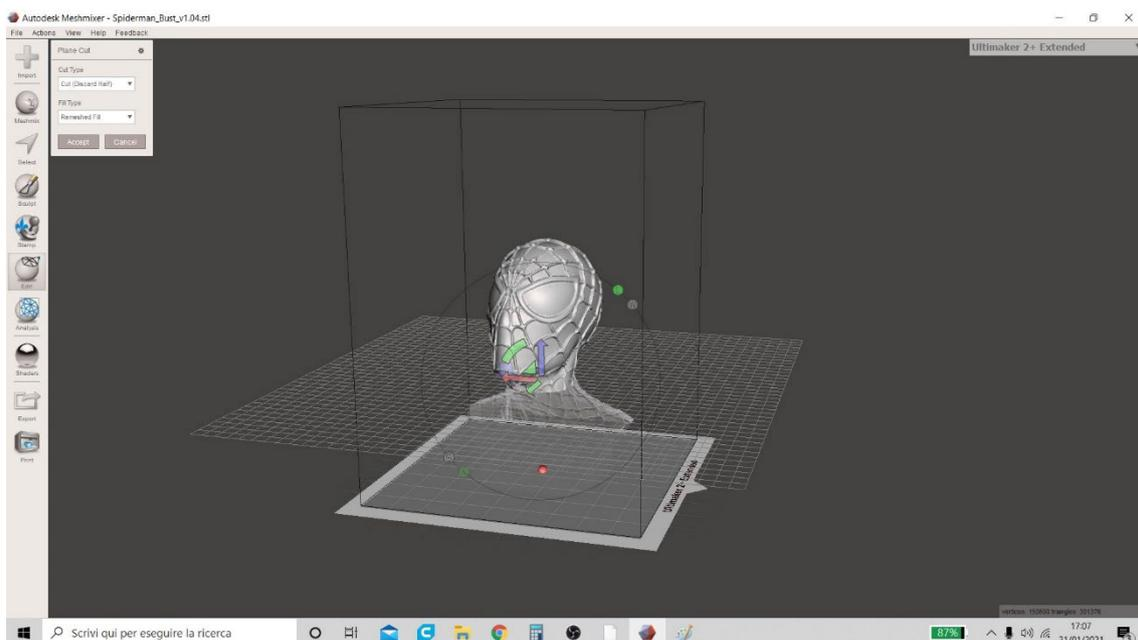

Figura 3 Meshmixer
3. Meshmixer ofrece la posibilidad de mover el plano de corte a lo largo de los tres ejes principales x, y, z por medio de flechas (en la Figura 3 Meshmixer se indican con los tres colores azul, rojo y verde) o manteniendo presionado el triángulo con el ratón (en la figura verde y rojo). Además, es posible girar la parte superior para obtener cortes que tengan una cierta inclinación (a su elección) con respecto a la horizontal interviniendo sobre el icono en forma de arco (verde o rojo en la figura).